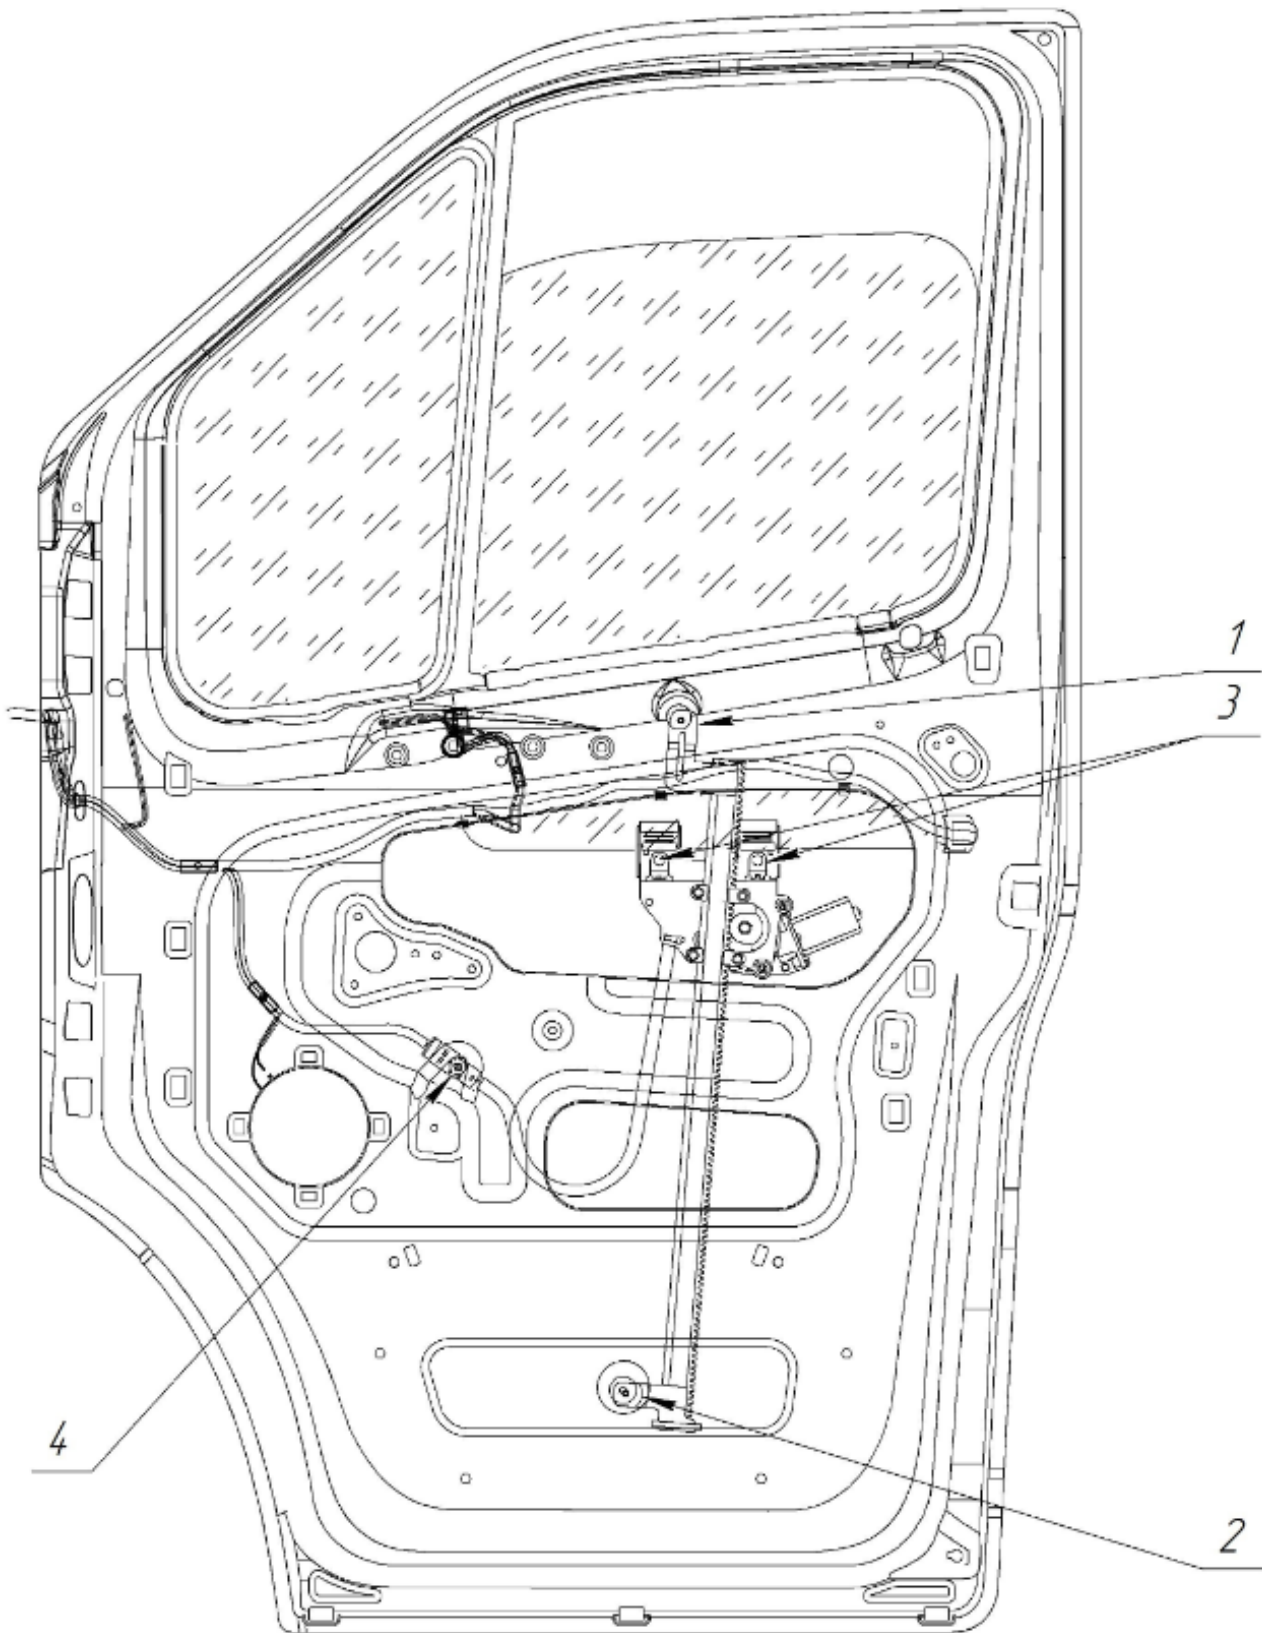

Рис.1
3.5.2 Ввести ЭСП в полость двери, совместить болты крепления направляющей ЭСП с соответствующими отверстиями внутренней панели двери и гайками М5 с гроверными шайбами окончательно закрепить направляющую (см. п.1 и 2 рис. 1).
3.5.3 Опустив стекло совместить его с зажимами, прижать стекло к вертикальному уплотнителю оконного проёма и окончательно закрепить винтами (см. п. 3 рис. 1 и рис. 2).
3.7 Подсоединить колодку ЭСП к колодке жгута двери и закрепить соединённые колодки клипсой (на колодке ЭСП) с отверстием внутренней панели двери (см. п. 4 рис.1).